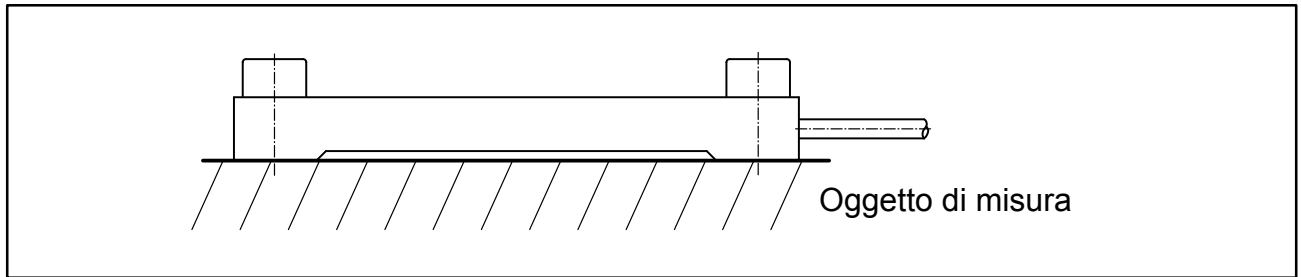

Fig. 5.1: Montaggio del trasduttore di deformazione
- La parte centrale ribassata del trasduttore non deve toccare la superficie dell'oggetto (vedere Fig. 5.1) ed il montaggio deve essere esente da forze parassite dovute all'installazione.
- Montare il trasduttore di deformazione come mostrato in Fig. 5.1.